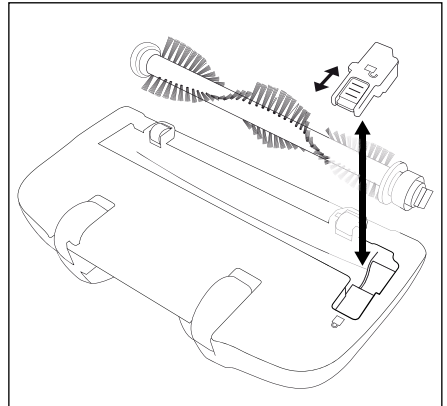

Fig. 4
- 2) Glissez le verrouillage sur le cache en direction de l'icône  de manière à pouvoir retirer le cache (fig. 4).
- 7) Remettez le cache en place et verrouillez-le en glissant le verrouillage en direction de l'icône  (fig. 4).